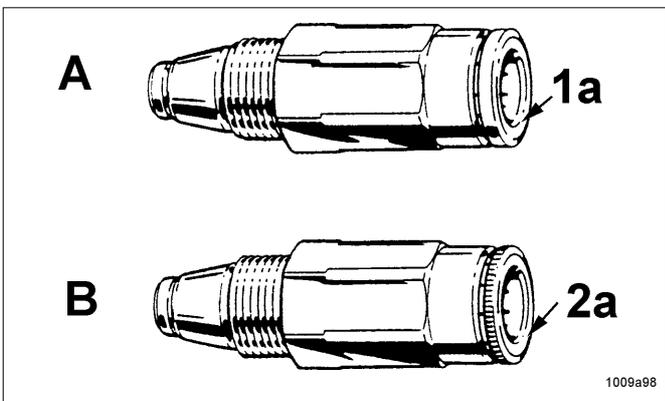

Abb. 35 - Unterschiede der Rückschlagventile
- Für Hochdruckkunststoffschlauch (ø 8,6x2,3 mm) Rückschlagventil A, Abb. 35 mit verstärkter Zange 1a und glattem Bund verwenden (Sach - Nr. 226-14091-4)
- Für Druckkunststoffrohr (ø 6x1,5 mm) Rückschlagventil B, Abb. 35 mit Standard - Zange 2a und gerändeltem Bund verwenden (Sach - Nr. 226-14091-2)